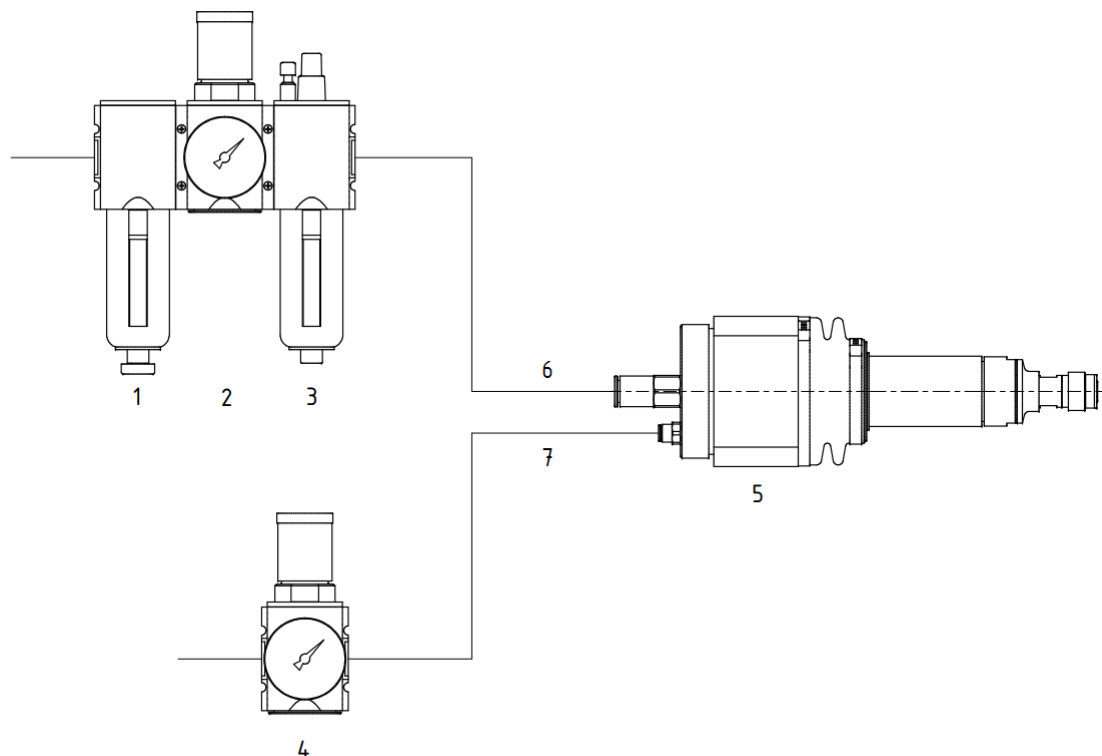

Abbildung 1 – Anschluss Roboterspindel
- Der Anschluss der Maschine ist entsprechend Abbildung 1 vorzunehmen.